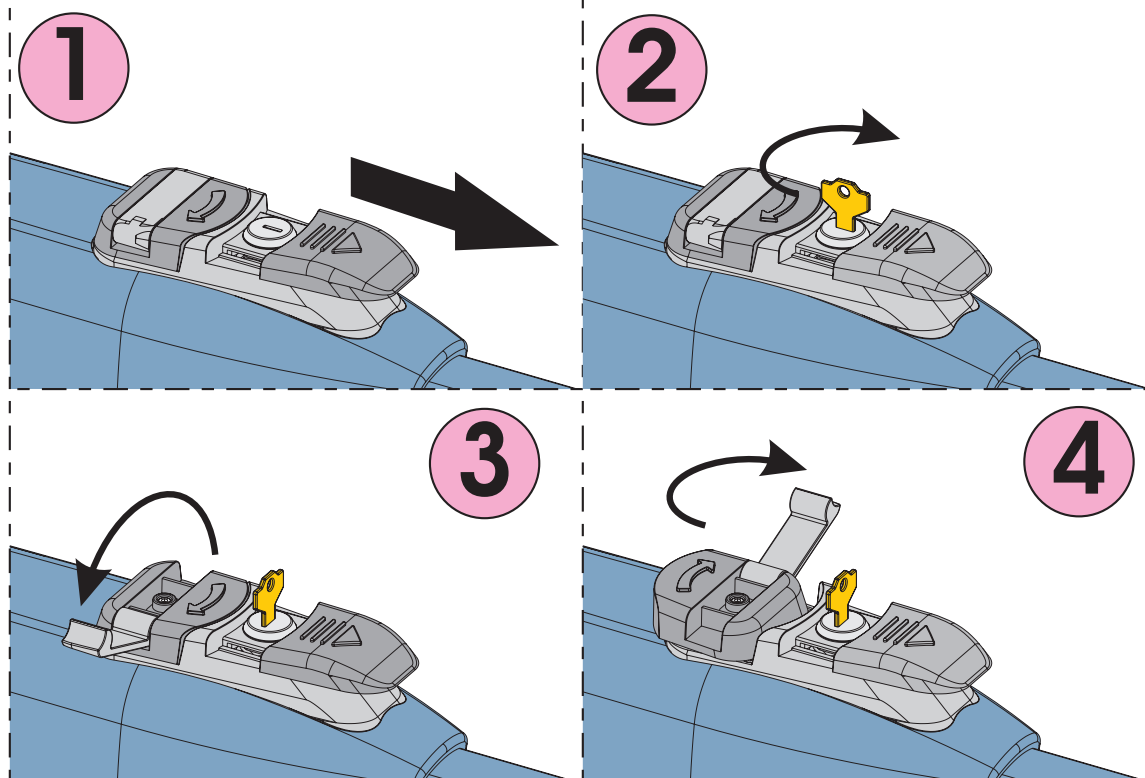

Fig. 1
- 2) Far scorrere il cappuccio protettivo, Fig.1/1.
- 3) Inserire la chiave e ruotarla di 90°, Fig.1/2.
- 4) Sollevare la leva di manovra, Fig.1/3.
- 5) Per sbloccare l'operatore ruotare di 180° la leva di manovra nella direzione della freccia presente sul sistema di sblocco, Fig.1/4.
- 2) Slide the protective cap, Fig.1/1.
- 3) Insert the key and turn it 90°, Fig.1/2.
- 4) Lift the control lever, Fig.1/3.
- 5) To release the operator turn 180° the control lever to the direction indicated by the arrow on the release system, Fig.1/4.